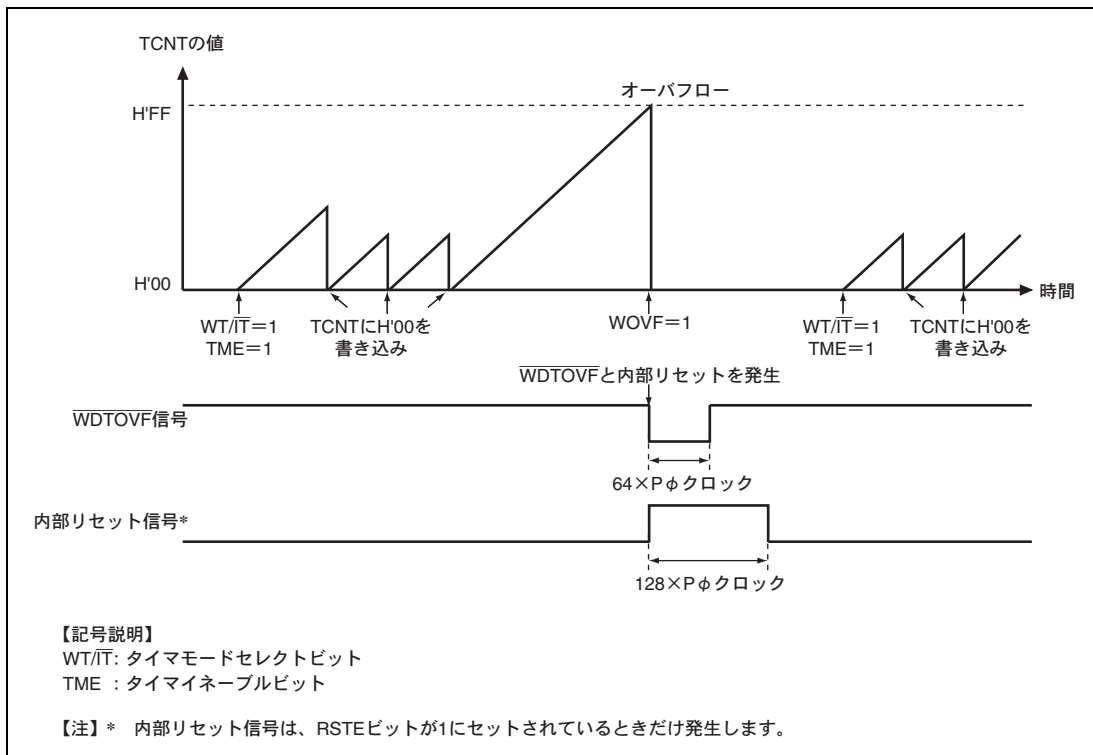

図 14.3 ウォッチドッグタイマモード時の動作
4. カウンタがオーバフローすると、WDTはWTSRのWOVFを1にセットして、 $\overline{\text{WDTOVF}}$ 信号を外部に出力します。これを図14.3に示します。この $\overline{\text{WDTOVF}}$ 信号を用いて、システムをリセットすることができます。 $\overline{\text{WDTOVF}}$ 信号は、 $64 \times P\phi$ クロックの間出力されます。